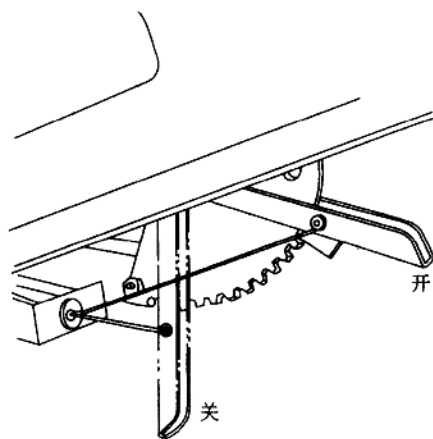

图 1-6 百叶窗操纵柄
(1) 将拉钮推到底,关闭灯光。
(2) 将拉钮拉出一半,仪表照明灯、示宽灯亮。
(3) 将拉钮全部拉出,前照灯、仪表照明灯、示宽灯亮。此时相继踏下变光开关可使前照灯的远、近光交替变换。
(4) 将拉钮向右转动 45° ,车内灯亮。
6. 百叶窗操纵柄(见图 1-6)。将操纵柄推到底,百叶窗关闭;将操纵柄向外拉,百叶窗开启;拉到底,百叶窗全开。